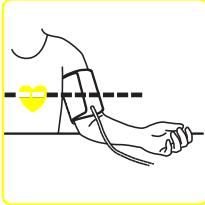

Fig. 6
- Asseyez-vous sur une chaise et placez votre bras sur la table, de manière à ce que le brassard se trouve au niveau de votre cœur (Fig. 6).